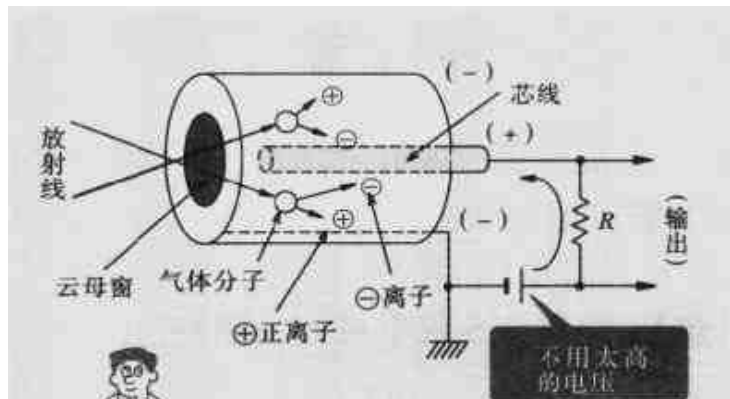

图2 电离箱的原理
① 电离箱 在图2所示的圆筒形电极(-)与芯线(+)上施加电压。射线一碰到气体分子就发生电离,产生+离子和-离子,库仑力把各离子吸引到电极,这时就有电流流经电阻 $R$ ,据此就可测量射线。